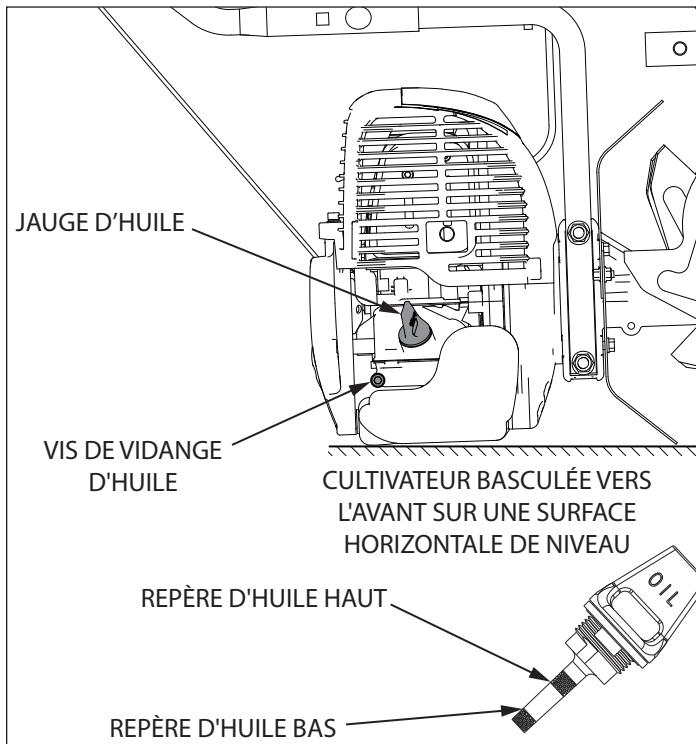

FIGURE 3
S'assurer que le moteur est posé sur une surface de niveau avant de contrôler ou de compléter le niveau d'huile. La position correcte de la machine pour contrôler ou compléter le niveau d'huile est face à terre, avec le réservoir d'essence de la MC440 en bas sur une surface horizontale. **VOIR FIGURE 3**.
4. Dévisser et contrôler la jauge. S'il n'y a pas d'huile sur la jauge, compléter le niveau d'huile jusqu'entre les repères bas et haut de la jauge. **VOIR FIGURE 3.**